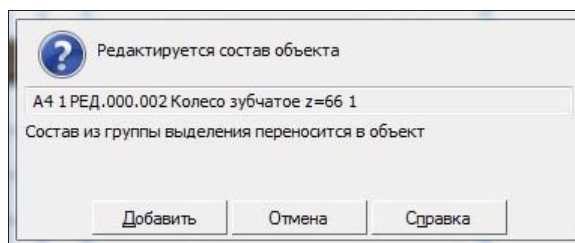

Рис. 15.16. Окно с сообщением системы
- ◆ в таблице щелкните ЛК мыши по строке *Вал редуктора*, а на панели **Управление** нажмите кнопку **Показать состав объекта**  или вызовите команду из контекстного меню. В появившемся окне с сообщением системы (рис. 15.16) нажмите кнопку **Добавить** для подтверждения добавления выделенной геометрии в объект спецификации;